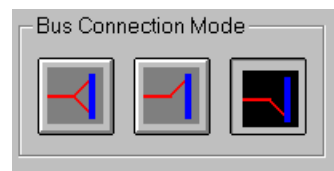

Рис. 6-8. Выбор стиля шины
1) Установите стиль подключения проводников к шине, используя команду **Option/Display** (см. рис. 6-8).